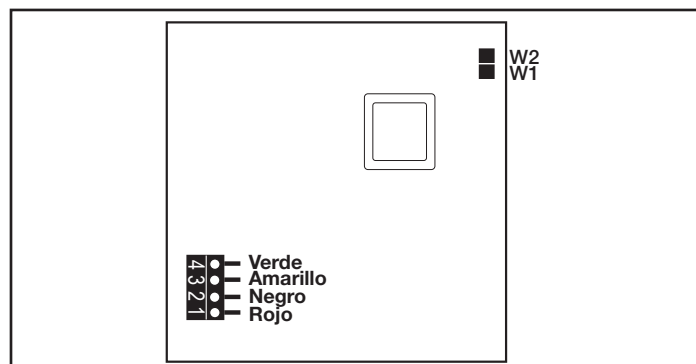

Figura 25. PCB de OneTouch, vista posterior
5. Cablee el cable de 4 conductores a la barra de bornes roja de 4 pines (consulte la Figura 25). Coloque la barra de bornes de 4 pines en la parte posterior de la PCB de OneTouch. Vuelva a colocar la PCB con el LCD y los botones en la caja. Inserte los tornillos y apriete con la mano. **No apriete en exceso.** Presione la placa delantera en su lugar.